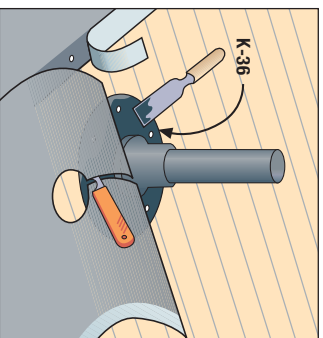

Bild 15
9.) **För rör m.m. som förts genom taket** används elastiska spänning försedda genomgångsbälgar av gummi (**bild 15**), med minst 15 cm breda flänsar. Montera bälgan på plats och spika fast den i flänsen. Skär av TopTite så att dess övre ända når 10-15 cm ovanför genomskärningen, gör ett snitt i TopTites ända och skär ett hål av bälgens storlek. Limma fast vådens ända på flänsen helt och hållet med Täckklister.